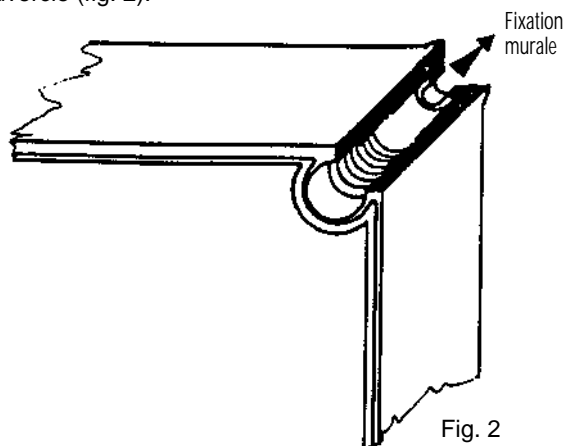

Fig. 2
- Fixer le coffret par les 4 trous placés sous les vis de serrage du couvercle (fig. 2).